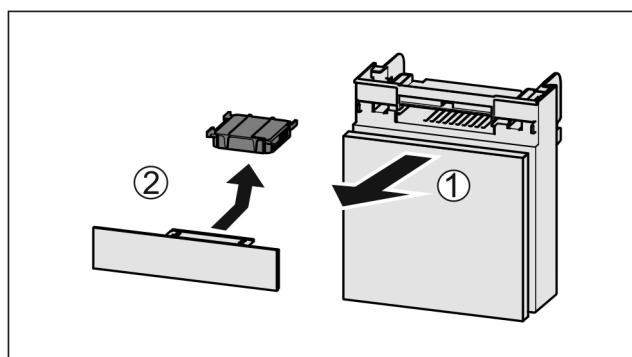

Fig. 148
- Trekk ut Fig. 148 (1) hyllen fremover.
- Ta ut Fig. 148 (2) aktivkullfilteret.